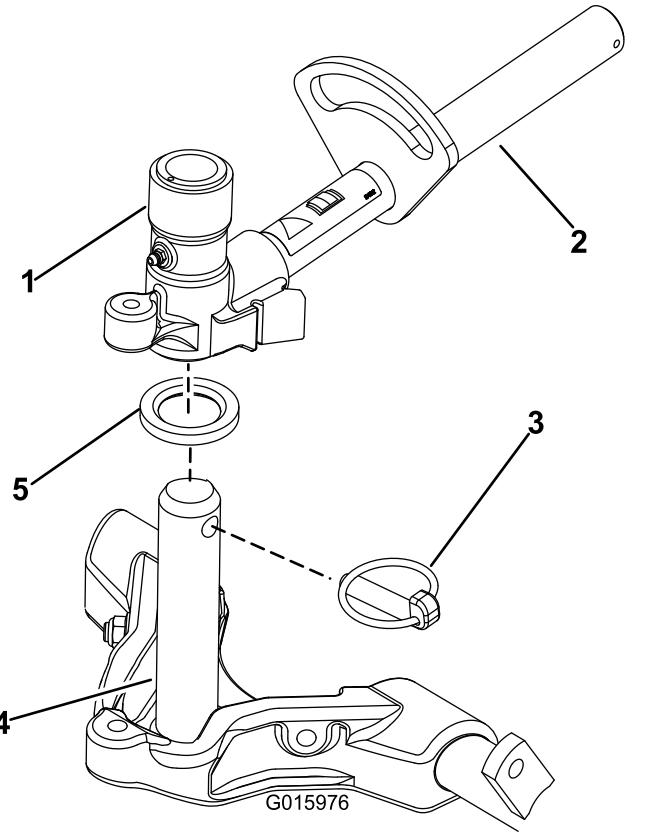

Figura 16
- Unte el eje del bastidor de tiro con grasa limpia (Figura 16).
- En el caso de las unidades de corte delanteras, deslice una unidad de corte debajo del brazo de elevación mientras coloca el eje del bastidor de tiro en la horquilla de pivote del brazo de elevación (Figura 16). Asegúrese de que la arandela de empuje está correctamente posicionada en el eje del bastidor de tiro.
- Sujete el eje del bastidor de tiro a la horquilla del brazo de elevación con el pasador Klik (Figura 16).
- B. Introduzca la horquilla del brazo de elevación en el eje del bastidor de tiro (Figura 16).